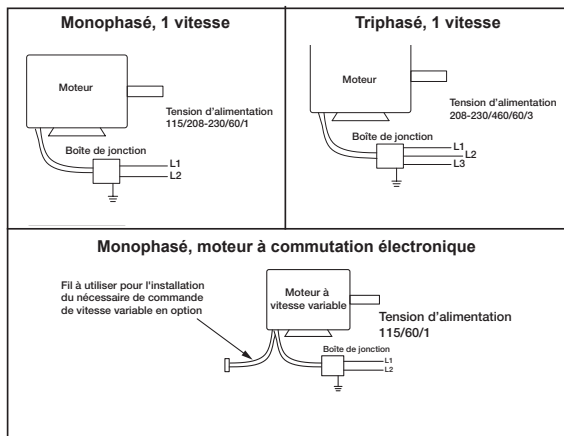

Figure 4
- Poser et câbler le sectionneur de sécurité sous le capot de moteur. Câbler les commutateurs de commande au niveau du sol. Voir la Figure 4.
- Câbler le moteur pour la tension souhaitée conformément au schéma de câblage figurant sur le moteur; voir le schéma de câblage à la Figure 4.